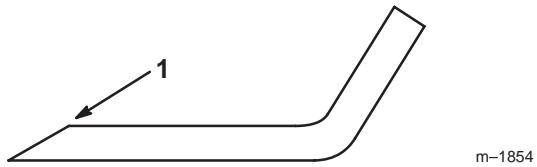

Figure 31
1. Au moyen d'une lime, aiguisez les tranchants aux deux extrémités de la lame (Fig. 31) en veillant à conserver l'angle de coupe d'origine. Limez la même quantité de métal sur chacun des deux tranchants pour ne pas déséquilibrer la lame.